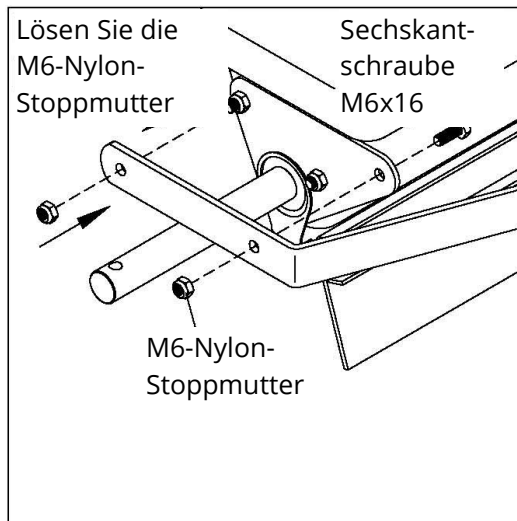

Figure 11
5. Lösen Sie eine M6-Nylon-Stoppmutter vom Trichter (mit Pfeil markiert) und befestigen Sie das eine Ende der Stützstange mit der soeben entfernten Stoppmutter. Befestigen Sie das andere Loch der Stützstange mit einer M6x16-Sechskantschraube und einer M6-Nylon-Stoppmutter am Trichter. Siehe Abbildung 11. **Schrauben und Muttern noch nicht festziehen.**